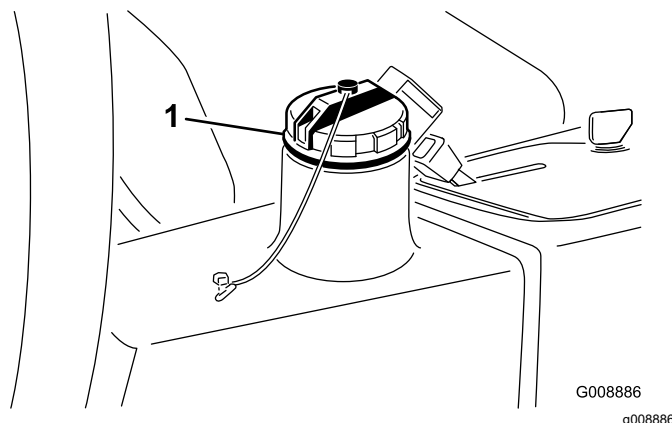

Figura 25
2. Pulite attorno al collo del bocchettone e del tappo del serbatoio idraulico (Figura 25). Togliete il tappo di riempimento.